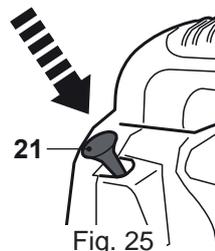

Fig. 25
- > Repousser le levier de starter (21) vers l'avant (Fig. 25)